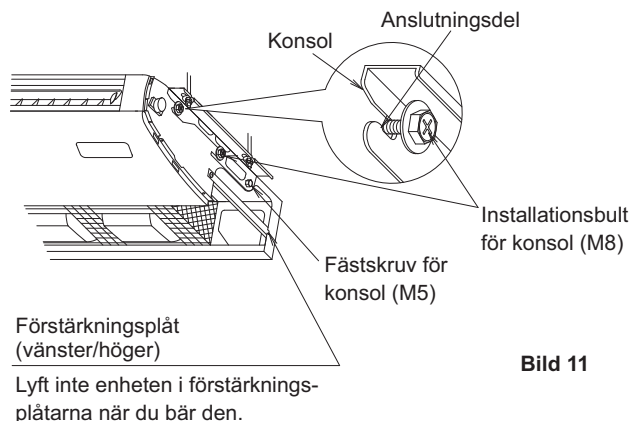

Bild 11
- (2) Lyft inomhusenheten, skjut den framifrån och för in konsolhängerbulten (M8) ordentligt för tillfällig upphängning. (Se bild 11)
- (3) Dra åt konsolfästskruvarna (M5) på 2 platser (som tidigare tagits bort, så att de återställs). (Se bild 11)
- (4) Dra åt konsolinstallationsbultarna (M8) (4 platser) ordentligt. (Se bild 11)